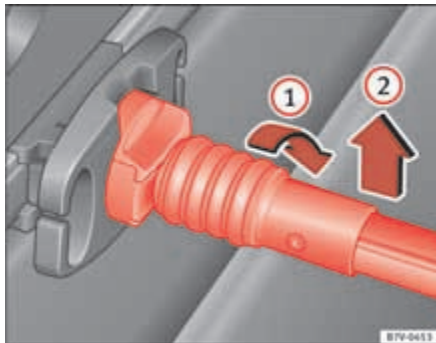

Abb. 98 Kuvertnetz aushängen.
- Haltestange um 90° nach rechts drehen ⇒ Abb. 98 **1**, bis die rote Markierung an der Haltestange zu sehen ist. Haltestange nach oben herausnehmen **2**.